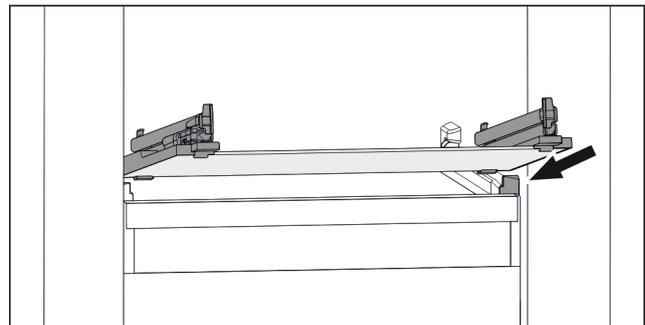

Fig. 88 Beispielhafte Darstellung der Glasplatte
- ▶ Glasplatte schräg hinter den Stopperrahmen aufsetzen. (siehe Fig. 88)